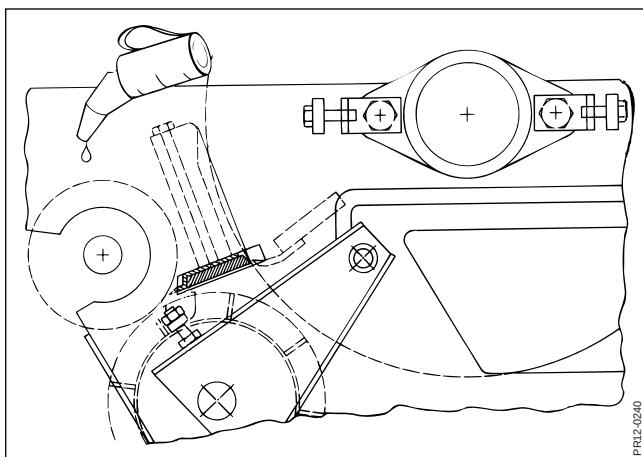

Fig. 5-9
- Fig. 5-9** Den øverste glatte indføringstromle bør især sikres mod rust. Står maskinen stille længere end en dag, bør den smøres ind med lidt olie.